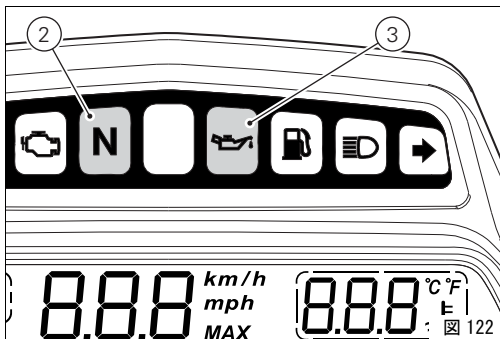

図 122
このコントロールの後は、グリーンランプ N (2、図 122) と赤いランプ (3) のみが点灯し残ります。